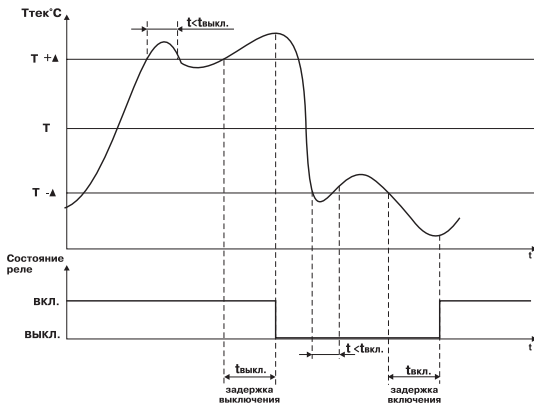

Рисунок 10
3.1.6.1.1. Для ЛУ1, работающего в режиме устройства сравнения может быть задано время задержки включения и время задержки выключения. ЛУ включает или выключает выходное устройство, если условие, вызывающее изменение состояния, сохраняется, как минимум, в течение времени, установленного в параметрах **A1-3** и **A1-4** соответственно (рисунок 10).